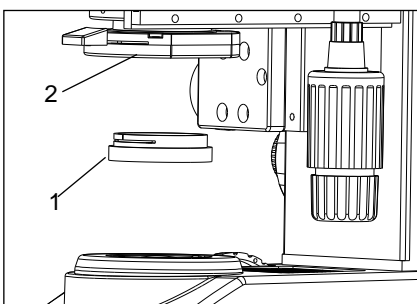

Fig. 4
- Passen Sie den Tageslichtfilter (1) in die Unterseite des Kondensatores (2) bis es Klicken in Platz. Siehe Fig 4.